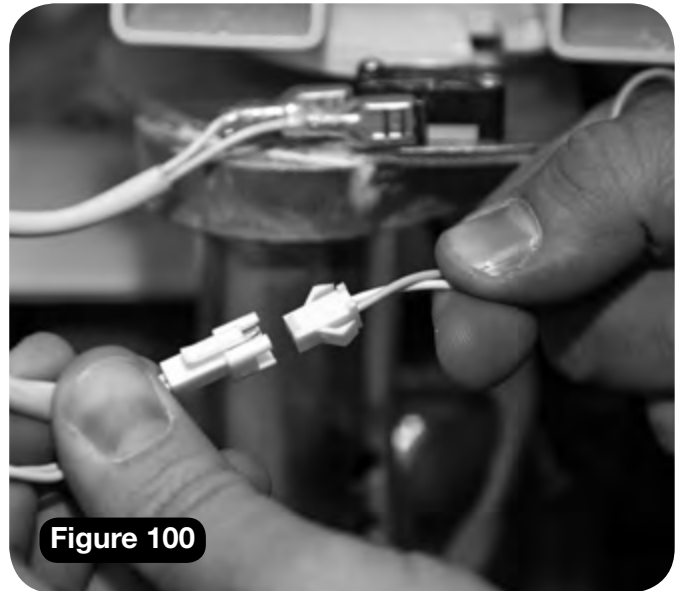

Figure 100
- c Connectez le faisceau de l'interrupteur à clé (orange et vert) jusqu'au connecteur du faisceau du bouton de pivotement (2 x blanc) (**Figure 100**).